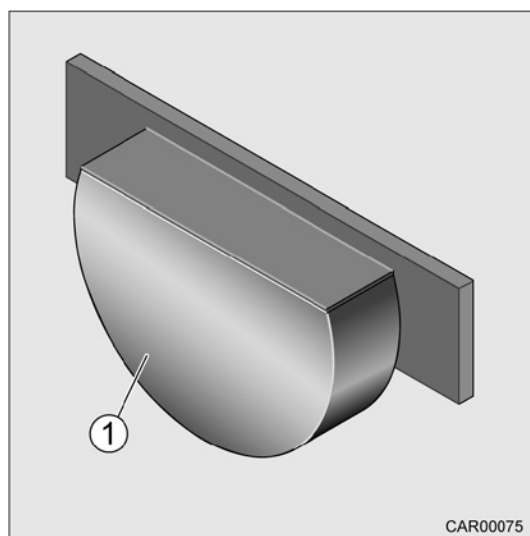

Fig. 199 Lampe avec une alimentation 12 V
1. Enlever le cache (Fig. 199/1).